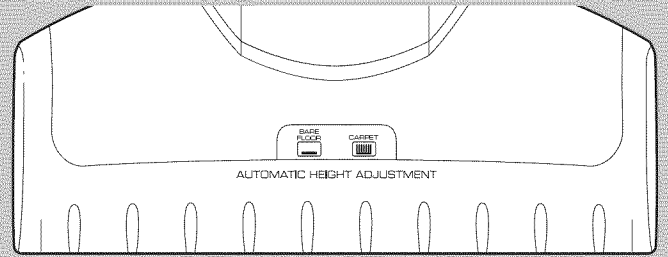

Fig. 5
- 13 **If the blue OPTIMUM Light is not lit** (Fig. 4c), one of several items needs attention. If the bag or exhaust filter needs changing the appropriate light will illuminate (Fig. 4a or 4b). See Bag and Filter change instructions. If the Carpet/Bare Floor indicators flash on and off repeatedly (Fig. 5), the brushroll is stalled because of an obstruction. Once the obstruction (rug fringe, sock, etc.) is removed, plug in the cleaner and return to normal use.
- 13 **Si le témoin bleu Optimum est éteint** (Fig. 4c) il faut contrôler tout ce qui suit. Si le sac ou le filtre d'échappement doivent être remplacés, le témoin adéquat s'allumera. Voir les instructions concernant le remplacement du sac et du filtre. Si les témoins de moquette/sol nu clignotent de façon répétée (Fig. 5), la brosse rotative est immobilisée par un colmatage. Une fois le colmatage supprimé (frange de tapis, chaussette, etc.), prenez à nouveau l'aspirateur et retournez à une utilisation normale.
- 13 **Si la luz azul Optimum no está encendida** (Fig. 4c), alguno de los elementos necesita atención. Si es necesario cambiar la bolsa o el filtro de descarga, se enciende la luz correspondiente (Fig. 4a o 4b). Vea las instrucciones de cambio de bolsa o filtro. Si los indicadores de alfombra/piso duro destellan repetidamente (Fig. 5), significa que el cepillo giratorio está atascado debido a una obstrucción. Una vez eliminada la obstrucción (fleco de felpudo, calcetín, etc.), enchufe la aspiradora y vuelva a usarla normalmente.